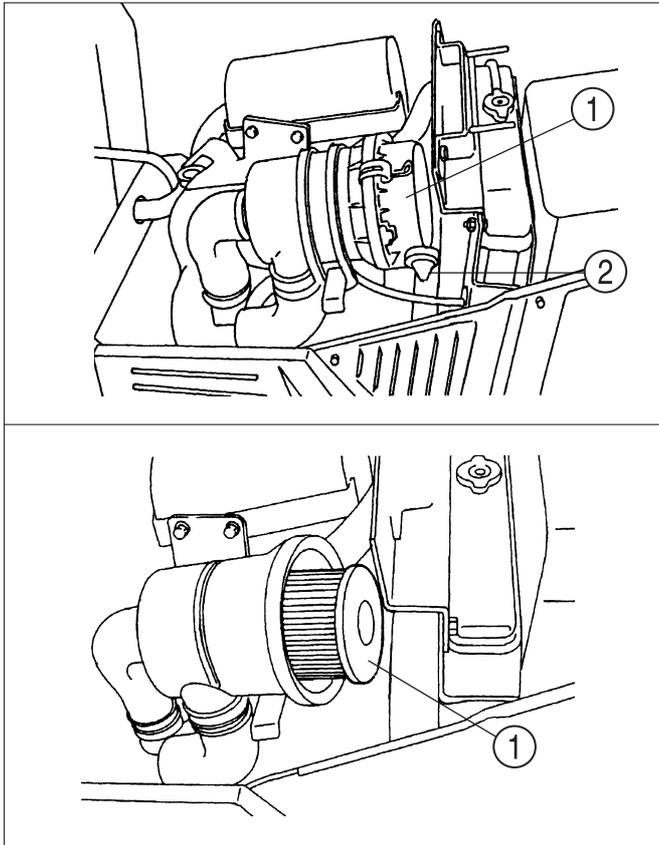

FIG. 69
**FIG. 69 :** Soulevez le capot moteur pour accéder au filtre à air ①. Le filtre à air se compose d'une cartouche extérieure sèche en papier pour filtrer les particules de poussière de l'air d'admission. Le piège à poussière ②, piège les accumulations de poussière qui tombent de la cartouche extérieure.